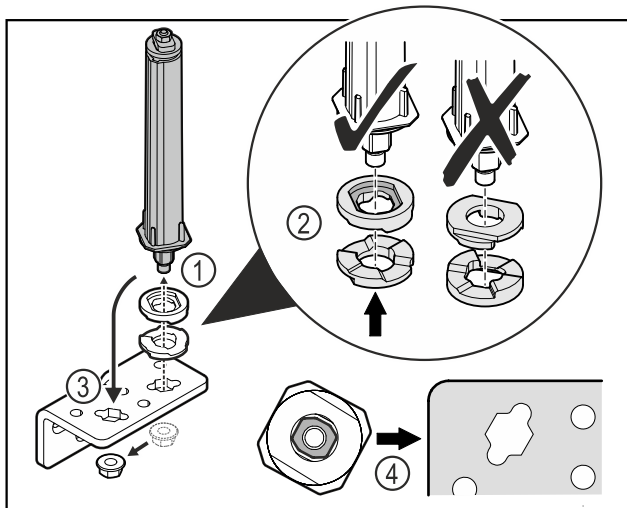

Fig. 34
- ▶ Λύστε το παξιμάδι και αφαιρέστε το σύστημα κλεισίματος πόρτας Fig. 34 (1).
- ▶ Βεβαιωθείτε για τη σωστή ευθυγράμμιση των ροδελών ρύθμισης ύψους Fig. 34 (2).
- ▶ Μεταφέρετε το σύστημα κλεισίματος πόρτας στη γωνία μεντεσέ και στερεώστε με το παξιμάδι Fig. 34 (3).
- ▶ Κατά την τοποθέτηση βεβαιωθείτε για τη σωστή ευθυγράμμιση του συστήματος κλεισίματος πόρτας Fig. 34 (4).